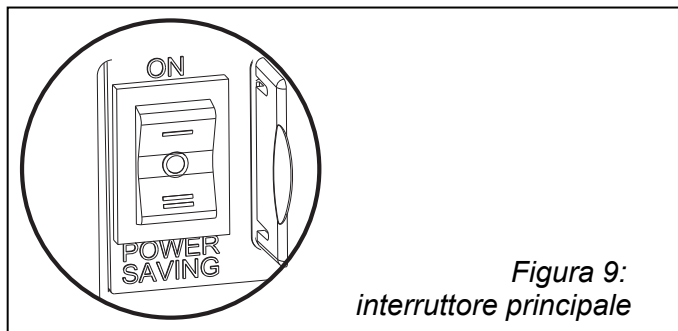

Figura 9: interruttore principale
Collocare l'interruttore principale (figura 9) in posizione I ("ON") o II ("risparmio energetico"). Quando l'interruttore di alimentazione si trova in posizione II significa che nel momento in cui il carico è inferiore ai 40 W si risparmia batteria. In tal caso, l'AC Master funziona in modalità scansione e si accende non appena rileva un carico. L'accensione del dispositivo viene segnalata da un breve segnale bip.
Collocare l'interruttore principale (figura 9) in posizione O ("OFF"). N.B. Lo spegnimento dell'AC Master non provoca automaticamente lo scollegamento delle batterie!
1. Collocare l'interruttore principale (figura 9) in posizione O ("OFF").